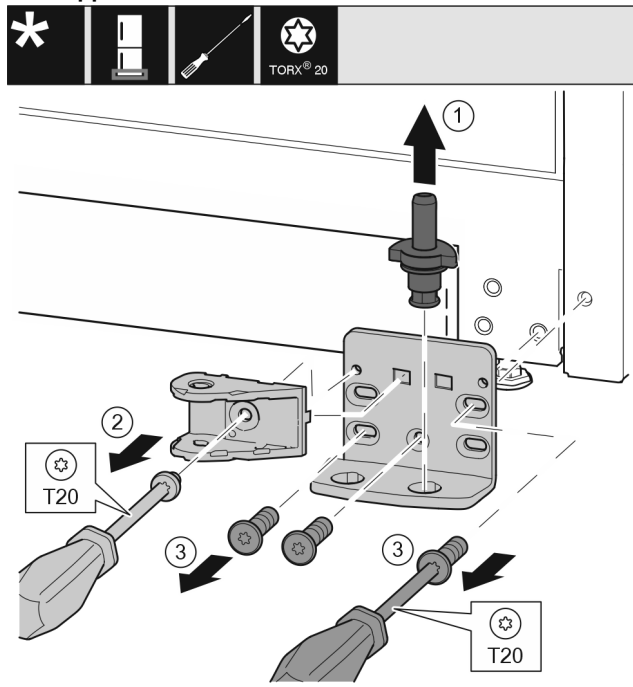

Fig. 34 \*
- ▶ Træk hængselbolten helt opad og ud. Fig. 34 (1)\*
- ▶ Skru skrueene ud med skruetrækkeren T20, og tag lukkedæmperforbindelsen af. Fig. 34 (2)\*
- ▶ Skru skrueene ud med skruetrækkeren T20, og tag hængselkonsollen af. Fig. 34 (3)\*